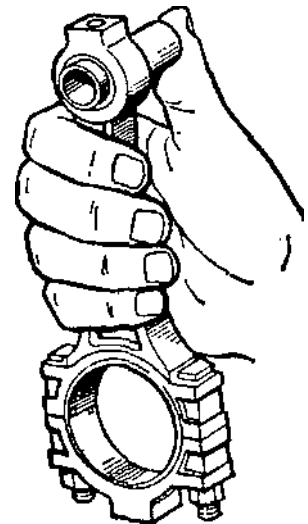

Рис. 2.26.1. Проверка подбора поршневого пальца к втулке верхней головки шатуна.
1. При сборке палец, поршень и шатун комплектуются из деталей только одной размерной группы (красный, зеленый, желтый), отличающихся друг от друга на 0,004 мм. Запрещается устанавливать поршневой палец в новый поршень другой размерной группы. Сопряжение новых поршневых пальцев с втулками шатунов проверяется проталкиванием тщательно протертого поршневого пальца в насухо протертую втулку верхней головки шатуна с небольшим усилием. Ощутимого люфта при этом не должно быть (рис. 2.26.1).